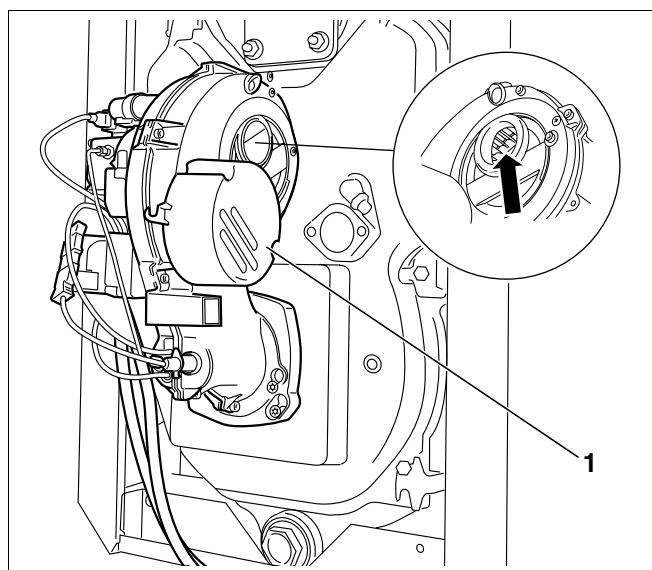

Fig. 24 Testarea rotorului de suflantă
- Se rotește în jos amortizorul de zgomot de absorbție (Fig. 24, **Poz. 1**).
- Se verifică în ceea ce privește murdăria de la rotorul suflantei (Fig. 24).